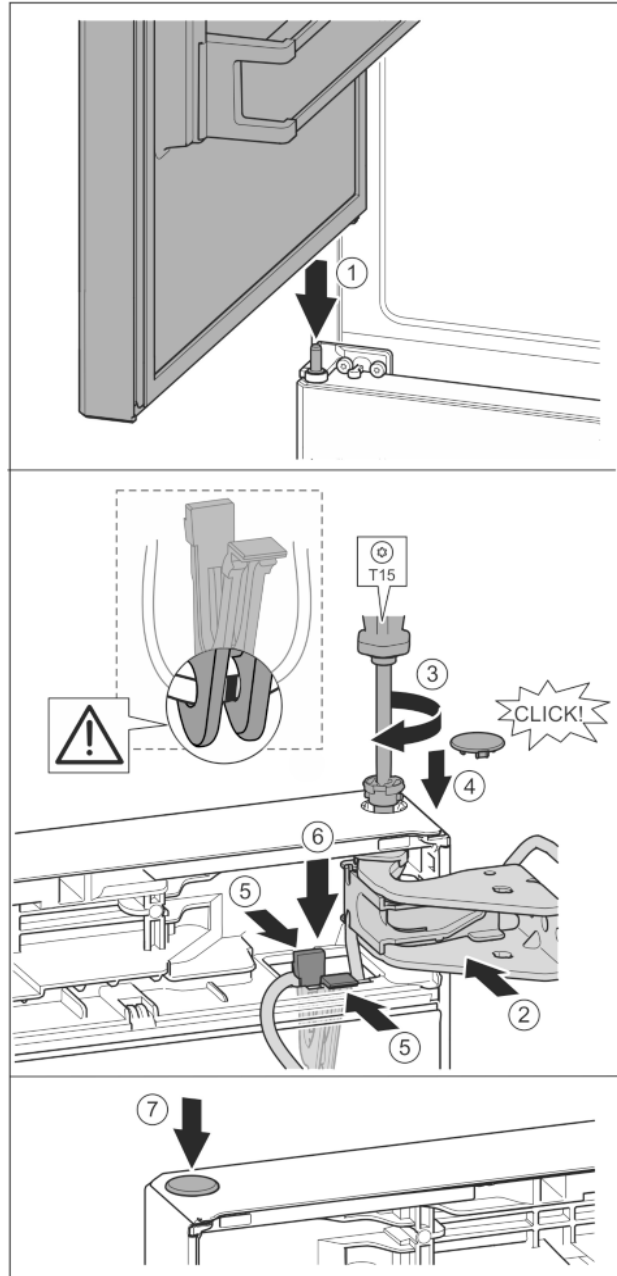

Fig. 39
- ▶ Horní dveře usadte na prostředním ložiskovém čepu Fig. 39 (1)
- ▶ Dveře nahoře vyrovnejte s otvorem ve stojanu ložiska. Fig. 39 (2)
- ▶ Vložte čep a pevně jej utáhněte šroubovákem T15. Fig. 39 (3)
- ▶ K zajištění dveří namontujte bezpečnostní kryt: Bezpečnostní kryt nasadte a zkontrolujte, zda přiléhá na dveře. V opačném případě čep zcela zasuňte. Fig. 39 (4)
- ▶ Držák s upevněným kabelem vložte do otvoru. Fig. 39 (5)
- ▶ Tlačte držák dolů, až lamela zapadne. Fig. 39 (6)
- ▶ Vložte zátku. Fig. 39 (7)